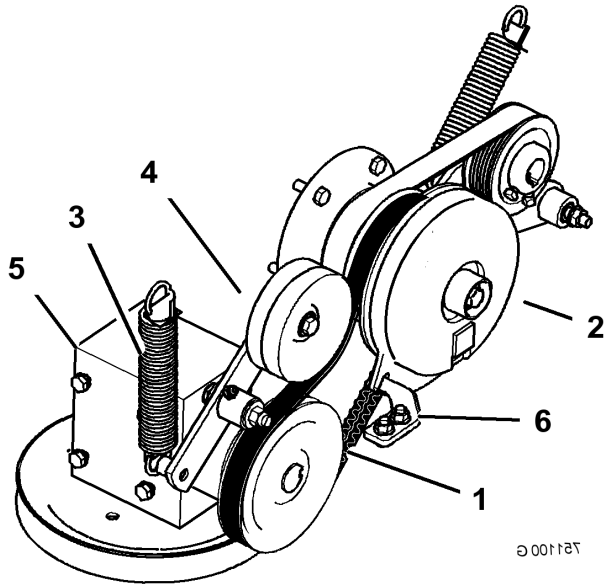

Bild 54
4. Entfernen Sie die Feder vom Spannarm (Bild 54).
7. Verlegen Sie den neuen Zapfwellen-Treibriemen um die Kupplungs- und Getriebespannscheibe (Bild 54).
9. Haken Sie die Feder wieder in den Spannarm ein (Bild 54).